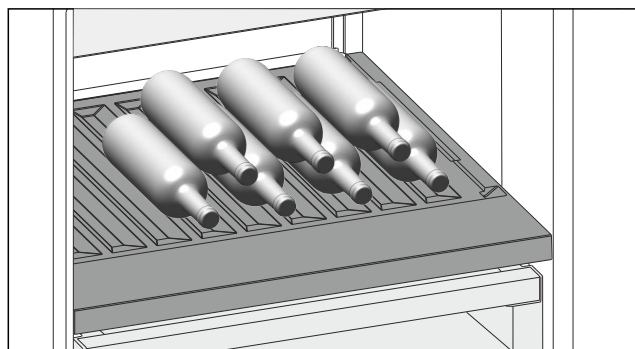

Fig. 138 Représentation à titre d'exemple
- Placer les bouteilles avec le fond orienté vers la paroi arrière de l'appareil. (voir Fig. 138)